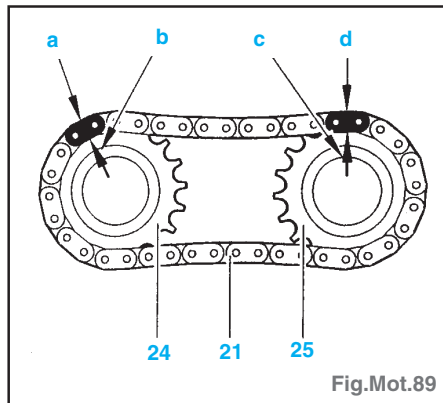

Fig.Mot.89
- Positionner la chaîne (21) sur les pignons (24 et 25).
- Faire coïncider les maillons repérés en noir «a et d» avec les dents repérées «b et c» des pignons (24 et 25) (Fig.Mot.89).